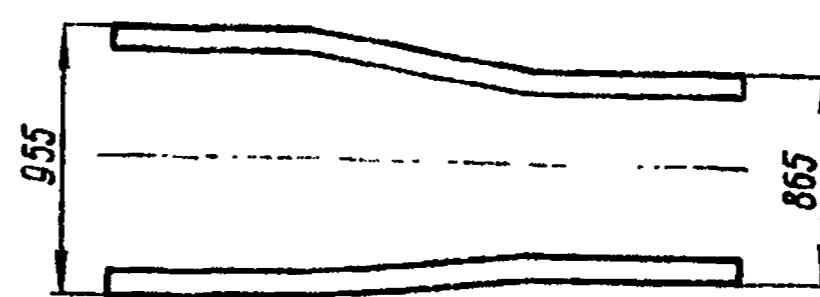

Рис. 371. Номинальные размеры ширины рамы
3. Размер рамы по ширине не должен отклоняться от名义ного (рис. 371) на участках между поперечинами более чем на 4 мм, а на участках установки поперечин — на 2,5 мм.